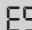

Abb. 2
- Bei einer nicht erfolgreichen Datenübertragung wird die Fehlermeldung wie in Abb. 2 auf dem Display des Blutdruckmessgerätes angezeigt.